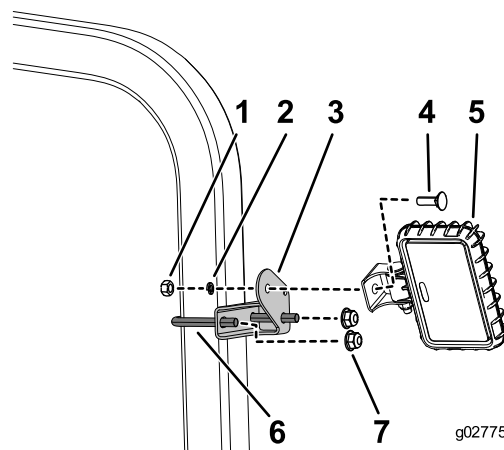

Figura 1
1. Montate una staffa su ciascun lato del ROPS con un bullone a U e 2 dadi, come illustrato in Figura 1.
3. Fissate il cablaggio preassemblato vicino ai gruppi luci con le 2 fascette per cavi (7,25 poll.) nel foro disponibile sulla staffa delle luci (Figura 1).